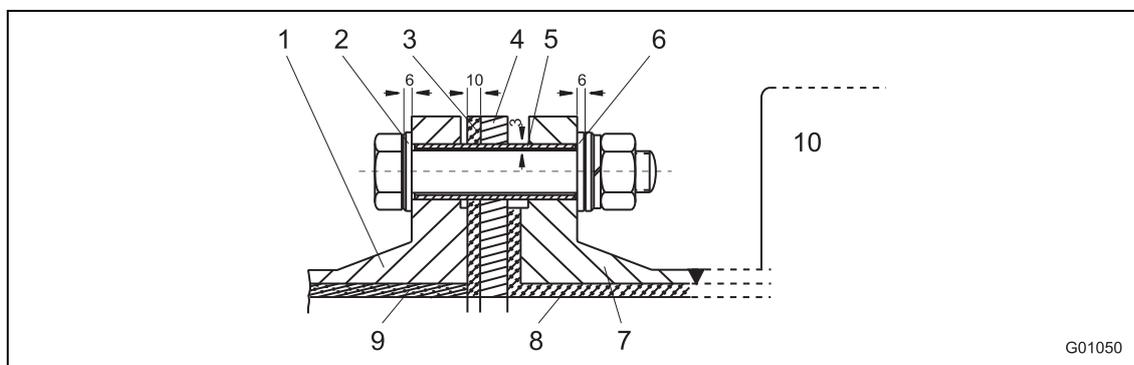
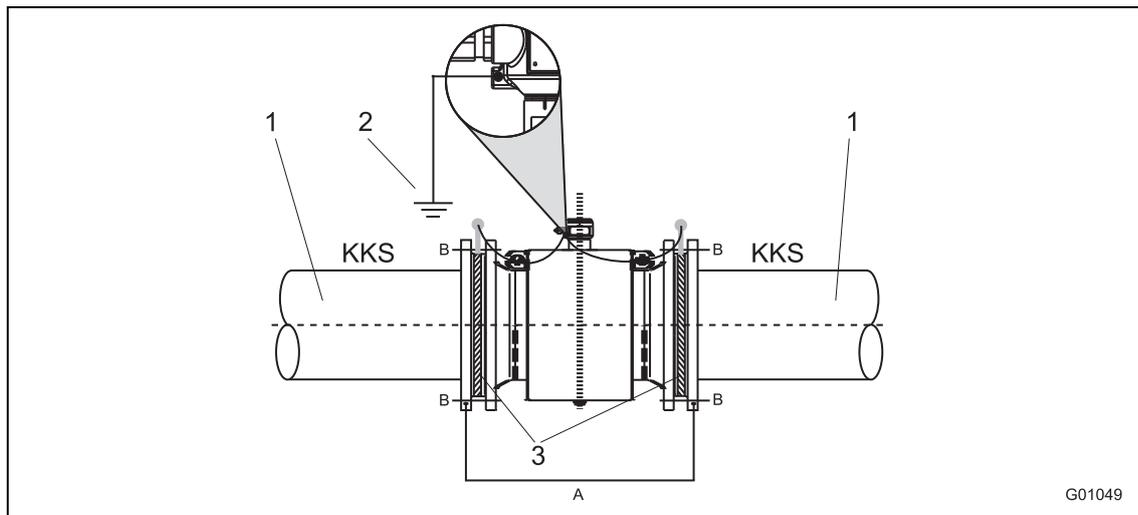

Fig. 30: vue des boulons
Fig. 31: capteur avec rondelle de mise à la terre et terre de service
- en présence de tuyaux revêtus intérieurement d'un gainage isolant et exempts de courant imposé, il faut monter le débitmètre électromagnétique dans la tuyauterie en l'isolant avec des rondelles de mise à la terre en amont et en aval. La protection PCC est déviée. Les rondelles de mise à la terre en amont et en aval du débitmètre électromagnétique sont raccordées au potentiel de la terre de service (Fig. 30/ Fig. 31).